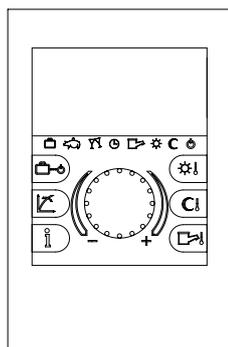

Fig. 1-5
- Gestore di zona (Fig. 1-5). Il pannello del gestore di zona consente, oltre alle funzioni illustrate al punto precedente, permette di avere sotto controllo e soprattutto a portata di mano, tutte le informazioni importanti relative al funzionamento dell'apparecchio e dell'impianto termico con la opportunità di intervenire comodamente sui parametri precedentemente impostati senza necessità di spostarsi sul luogo ove è installato il regolatore di cascata e zone. Il cronotermostato climatico incorporato nel pannello remoto consente di adeguare la temperatura di mandata impianto alle effettive necessità dell'ambiente da riscaldare, in modo da ottenere il valore di temperatura ambiente desiderato con estrema precisione e quindi con evidente risparmio sul costo di gestione. Consente inoltre di visualizzare la temperatura ambiente e la temperatura esterna effettiva (se presente la sonda esterna). Il gestore di zona è alimentato direttamente dal termoregolatore di cascata tramite 2 fili.